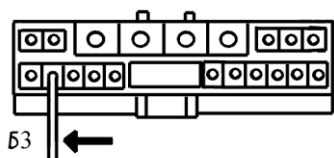
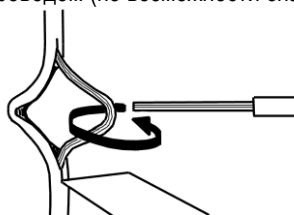

Рис. 7
Рис. 8
14) Протяните чёрный провод, который идёт в поставке, в правый нижний угол автомобиля. Найдите жгут с разъёмом и подключите чёрный провод от компьютера к 2 контакту (бело-зелёный провод) разъёма, который идёт на спидометр - смотрите рисунок 7. Родной провод рекомендуется не отрезать, а разрезав изоляцию скрутить с проводом (по возможности спаять) и заизолировать рисунок 8.